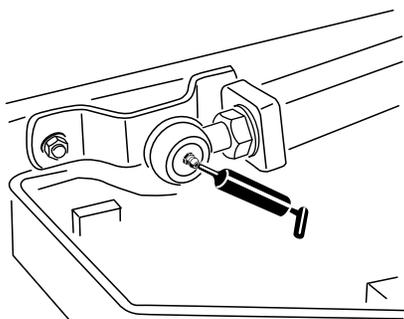

Bild 48
- Zwei Hubarm-Kugelgelenke (Bild 48)